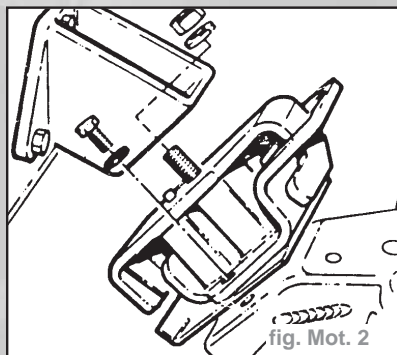

fig. Mot. 2
- Déposer les écrous du bloc-amortisseur de moteur côté droit et côté gauche du support moteur (fig. Mot. 2).